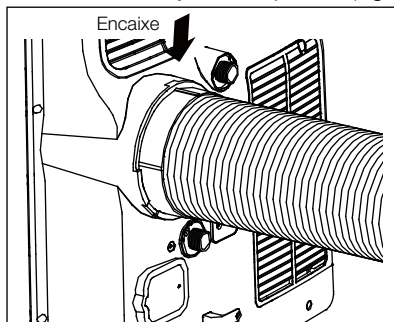

Fig. 8
5. Encaixe o conjunto no aparelho (Fig. 8).